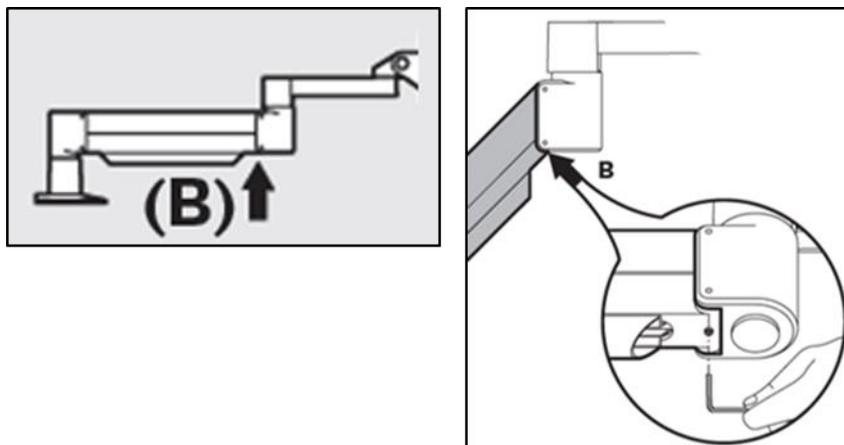

Abbildung 4-6. Schraube B des Gegengewichts lösen
- Positionieren Sie den Schwenkarm erneut horizontal. Lösen Sie **Schraube B des Gegengewichts** mit mindestens einer halben Umdrehung der Schraube. Verwenden Sie einen 3/32-Inbusschlüssel. Siehe Abbildung 4-6.
- Positionieren Sie den Arm parallel und ziehen Sie **Schraube B des Gegengewichts** bis zum Anschlag an. Ziehen Sie die Schraube dann mit einer maximal Halb- bis Dreiviertel-Umdrehung fest. Siehe Abbildung 4-6.